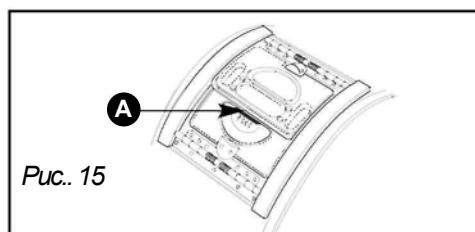

Рис. 15
*Для правильного закрытия крышки проверьте, что виден голубой контур кнопки A (Рис. 15).*